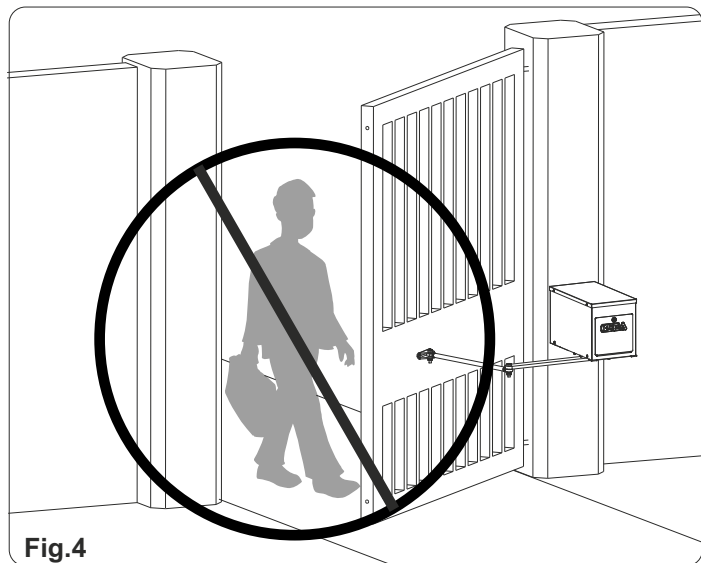

Fig.4
**⚠ Ne permettez pas aux piétons de traverser, marcher ou s'accrocher au portail en mouvement! (Fig.4)**